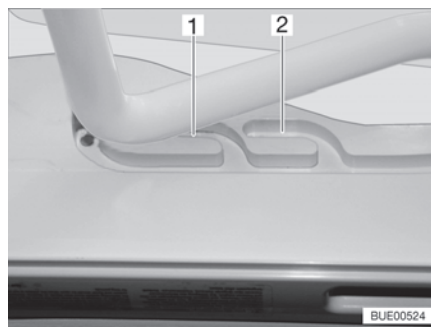
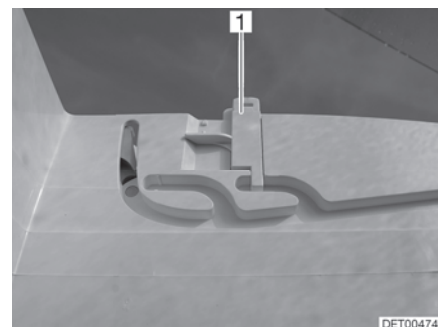

Fig. 21 Glissière (position de ventilation)
Fig. 22 Verrouillage (position de ventilation)
Il est possible d'amener le lanterneau Heki en deux positions de ventilation : Position pour mauvais temps (Fig. 21,1) et position intermédiaire (Fig. 21,2). Selon l'équipement, il est possible de verrouiller le lanterneau en position intermédiaire avec les deux verrous (Fig. 22,1) à gauche et à droite du cadre du lanterneau.
- Pousser légèrement l'étrier vers le haut, le pousser dans la glissière choisie (Fig. 21,1 ou 2) et le verrouiller si nécessaire.